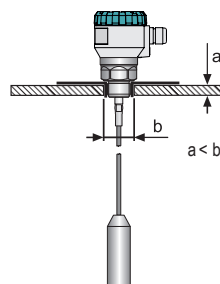

Рис. 8: Установка уровнемера на крыше бетонного зернохранилища
- При установке уровнемера на крыше бетонного зернохранилища отверстие **b** для размещения уровнемера должно быть больше толщины бетона **a** – см. рис. 8.